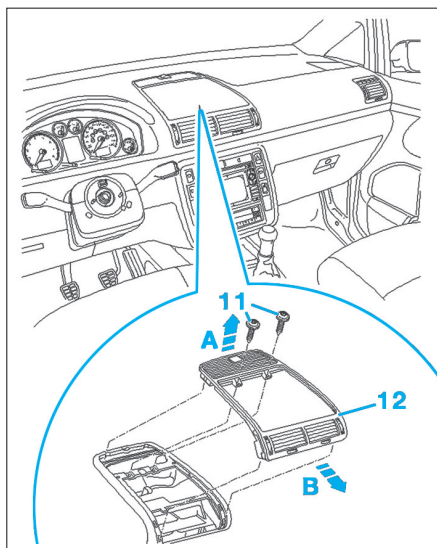

Fig. 10
- Déposer les deux vis (11) (Fig.10).
- Soulever le boîtier de diffuseur (12) dans la partie avant dans le sens de la flèche (A).